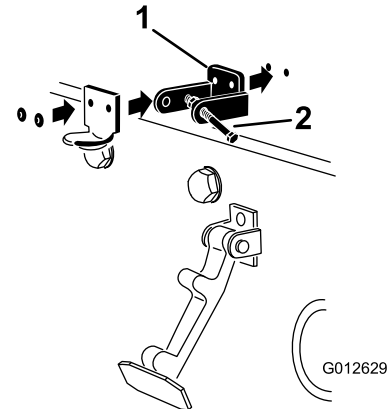

Bild 7
4. Fluchten Sie die Befestigungslöcher aus und positionieren gleichzeitig die Halterung des Riegels und des Motorhaubenriegels auf der Motorhaube (Bild 7).
6. Nieten Sie die Halterungen und Scheiben an die Haube (Bild 7).